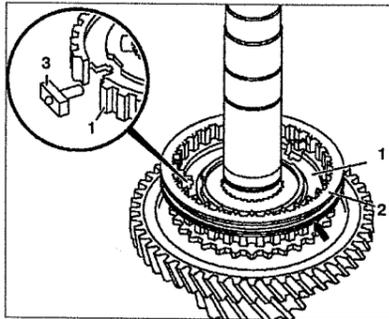

Рис. 6.20. Снятие и установка роликового подшипника выходного вала: 1. Корпус сцепления, 2. Наружное кольцо роликового подшипника, 3. Фиксатор.
19. Снимите наружное кольцо 8 роликового подшипника. Для этого нагрейте корпус сцепления примерно до 80-100 °С и снимите его с помощью молотка и деревянного бруска (см.рис.6.20).